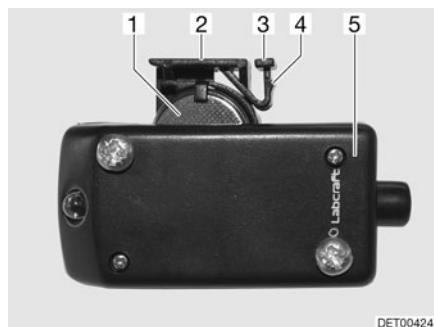

Fig. 258 Eclairage de la penderie avec compartiment de pile ouvert
- Repousser avec précaution la patte de retenue (Fig. 258,3) sur la partie supérieure de l'éclairage de la penderie (Fig. 258,5). Le bec (Fig. 258,4) est libéré sur patte de retenue.
- Tirer le support de pile (Fig. 258,2) vers le haut.
- Retirer la pile bouton (Fig. 258,1) du support.